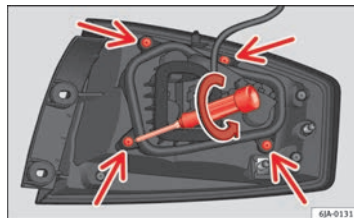

Fig. 164 Viti di fissaggio nella parte posteriore del fanale di coda
- Svitare le quattro viti di fissaggio del portalamпада in senso antiorario con il cacciavite in dotazione o una chiave Torx 20 (T20) ⇒ **fig. 164**. Fare attenzione a non perdere le viti di fissaggio del portalamпада.